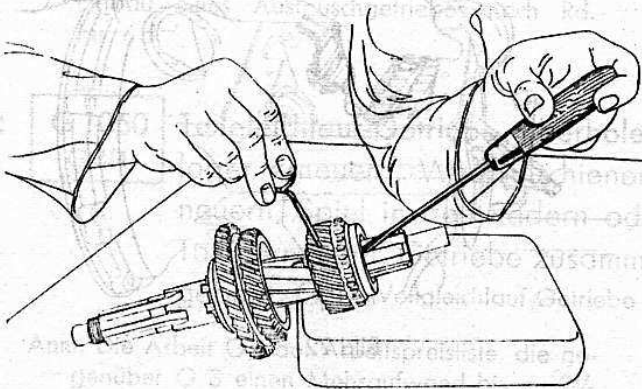

Bild 74
17. Sicherungsstift für Nasenkeil durch Bohrung im 3. Gangrad mit Reißnadel niederdrücken und Keil von vorne zurückschieben, Nutenring um Nutenbreite drehen und abnehmen (Bild 74 und 75).